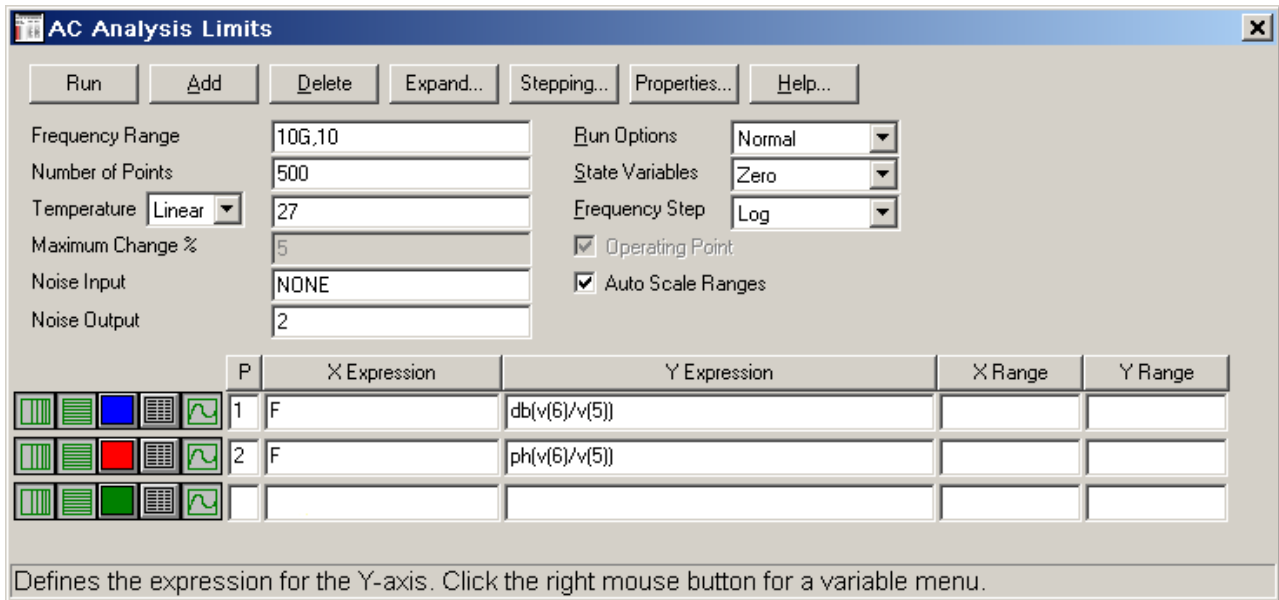

Рис. 2.3. Настройки MicroCAP для построения АЧХ каскада с ОЭ
2.5. Постройте АЧХ схемы, используя AC Analysis. Изучите свойства окна AC Analysis Limits и установите следующие настройки (рис. 2.3).